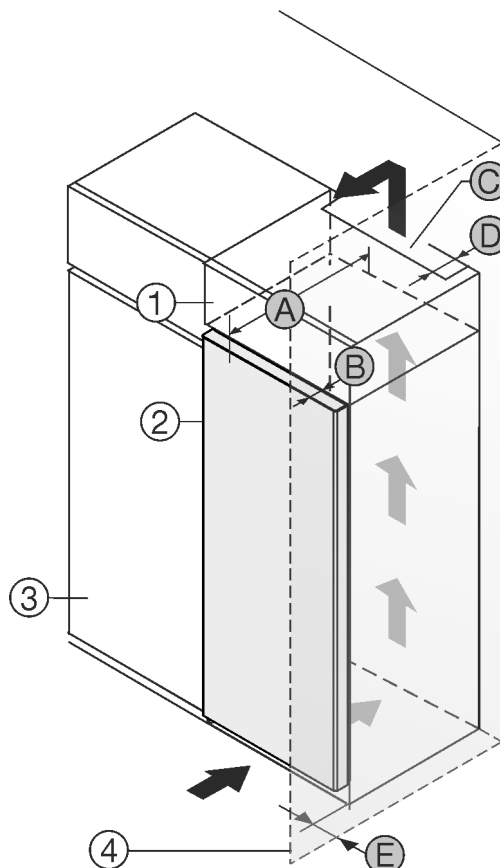

Fig. 1
- (1) Opbouwkast\*
- (2) Apparaat\*
- (3) Keukenkast\*
- (4) Wand\*
- (A) Diepte apparaat\*
- (B) Diepte deur\*
- (C) Ventilatiedoorsnede\*
- (D) Afstand achterzijde apparaat\*
- (E) Afstand tot apparaatzijde\*
U kunt het apparaat direct naast de keukenkast Fig. 1 (3) opstellen.\*
Aan de achterzijde van de opzetkast moet een luchtafvoerkanaal met de diepte Fig. 1 (D) over de volledige breedte van de opzetkast aanwezig zijn.\*
Onder het plafond moet de ventilatieopening Fig. 1 (C) worden aangehouden.\*
Als u het apparaat met de scharnieren naast een wand Fig. 1 (4) plaatst, moet de afstand tussen het apparaat en de wand minimaal 13 mm bedragen.\*
Als u het apparaat met de scharnieren naast een wand Fig. 1 (4) plaatst, moet de afstand tussen het apparaat en de wand minimaal 20 mm bedragen.\*
Om de deuren volledig te kunnen openen, moet het apparaat overeenkomstig de deurdiepte Fig. 1 (B) ten opzichte van het keukenkastfront uitsteken. Afhankelijk van de diepte van de keukenkasten Fig. 1 (3) en het gebruik van de wandafstandshouders kan het apparaat verder uitsteken.\*